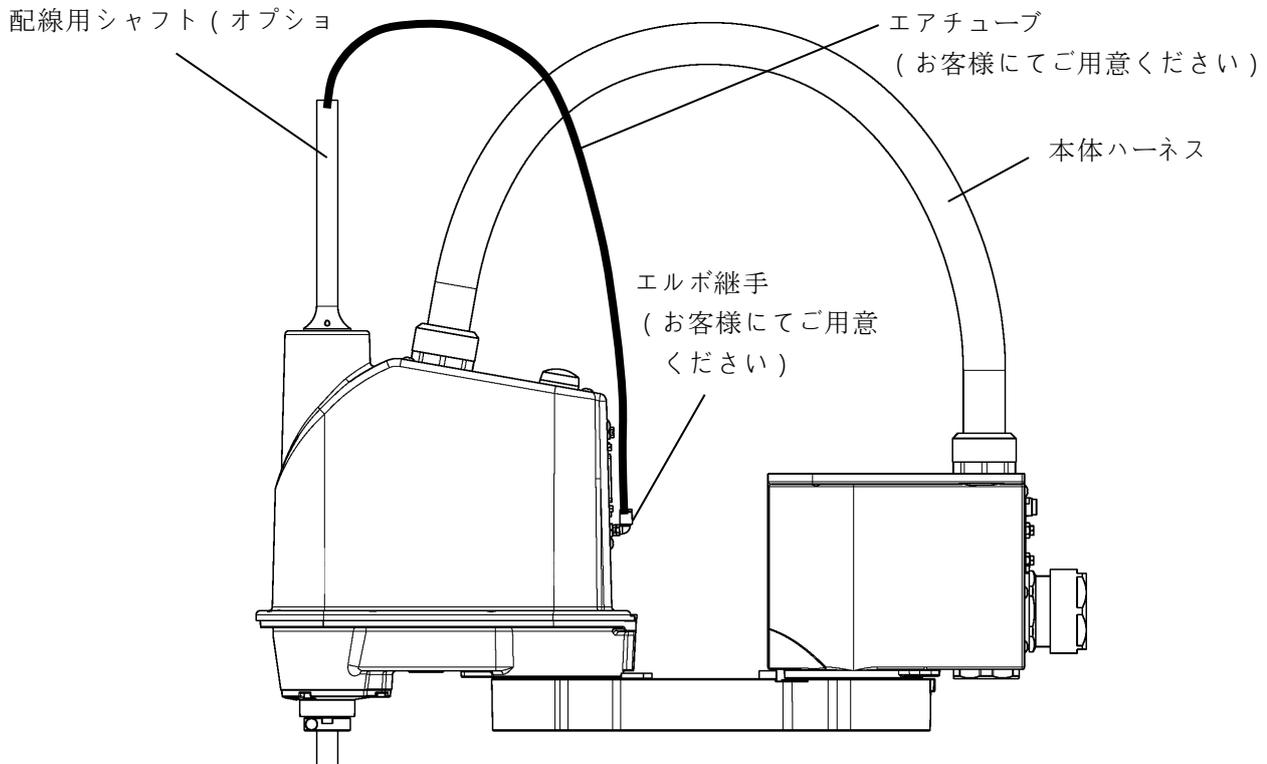

図 4.1 ハンド用エア配管配線例
ハンド用エア配管は、お客様ご自身で取付けていただきます。図 4.1 にハンド用エア配管の取付例を示しますので参考にしてください。
- 図 4.1 に示したものは配管例であり、エアチューブの破損を保障するものではありませんのでご注意ください。